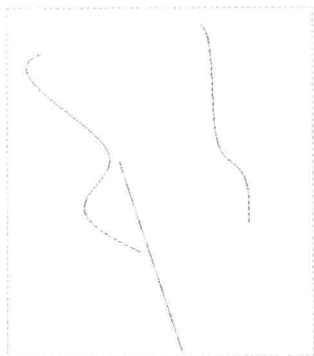

图 9-35 图形文件
Step 01 按【Ctrl+O】组合键,打开图形文件,如图9-35所示,在“功能区”选项板的“模型”选项卡中,单击“形状”面板中的“扫描”按钮